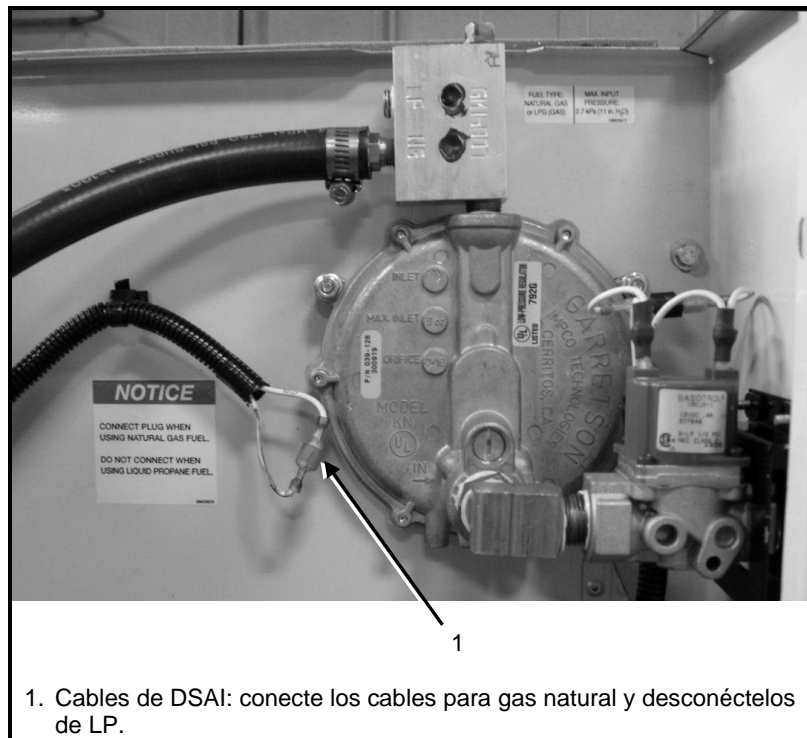

Figura 2.21: Cables del módulo avanzado de DSAI (encendido digital avanzado de la bujía), situados en la zona de entrada de aire del grupo electrógeno.
11. Sólo para los modelos RES 13 EC y RES 12 TEC: conecte todos los cables del módulo avanzado DSAI (encendido digital avanzado de la bujía) de gas natural (desconecte los cables de LP). Consulte la figura 2.21.
Consulte la figura 2.21.